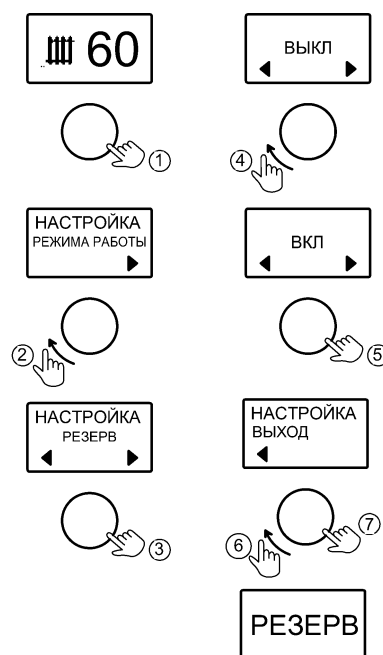
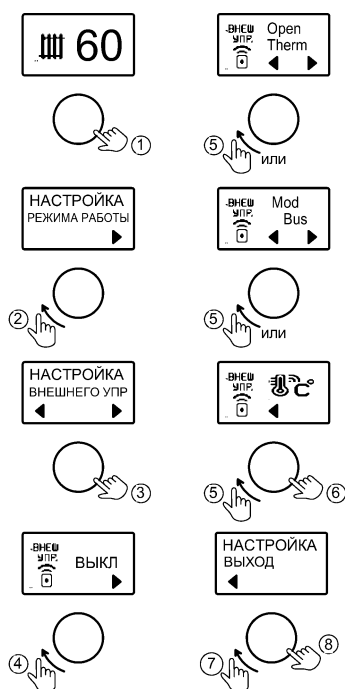

Рисунок 9
Рисунок 14.
9.5 «РЕЗЕРВ» - режим при котором котёл находится в ожидании включения нагрева. Активация и настройка указана на рис. 9. При активации котёл становится “резервным” и нагрев от него прекращается, работа циркуляционного насоса резервного котла приведена в п.10.6.
Во вкладке настраивается работа котла от внешних устройств по протоколам **OpenTherm**, **ModBus** (например **MYHEAT SMART**) или работа от внешнего термостата (см. рис.14). Подробнее с возможностями управления можно ознакомиться в инструкциях на внешнее устройство. **В случае использования контроллера MyHeat**
Во вкладке активируется работа котла в режиме РЕЗЕРВ. При управлении основным и резервным котлом через контроллер MyHeat по OpenTherm режим РЕЗЕРВ активируется автоматически (сигнал активации поступает от контроллера MyHeat) - в этом случае необходимо активировать внешнее управление по OpenTherm (см. рис. 14). В других случаях необходимо активировать режим согласно рис. 9.